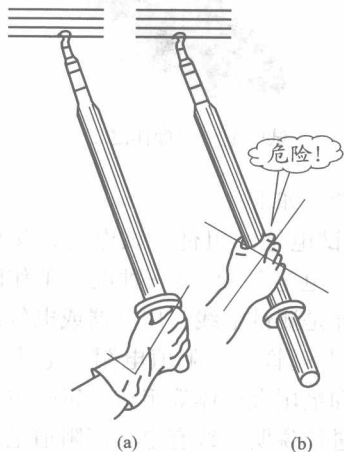

图 1-12 高压验电器操作正误图
4) 禁忌高压验电器使用时, 不戴绝缘手套、右手握住验电器的握柄时超过护环部分、不站在绝缘垫上以及与带电体保持距离不够。示意图如图 1-12 所示。